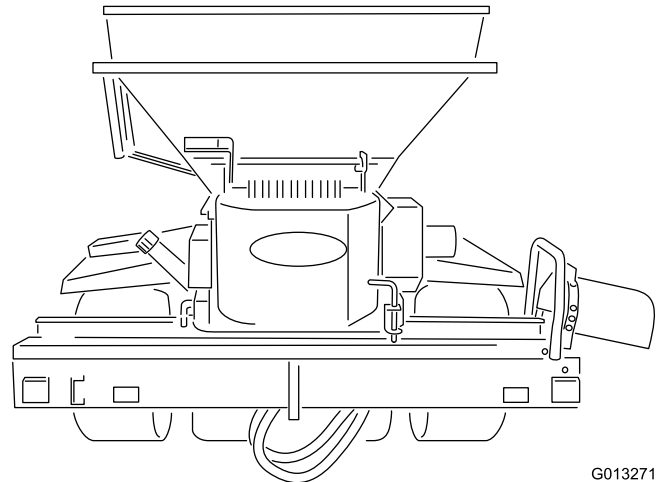

Figure 8
10. Fixez la bande transporteuse en position de déplacement avec le moteur sur le côté droit du topdresser (Figure 8).